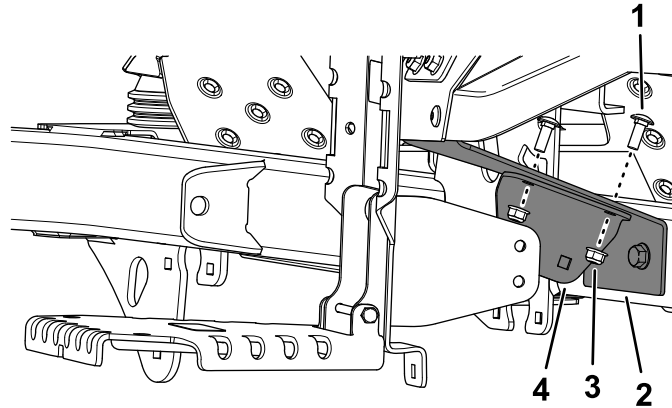

Figura 7
3. Montate la staffa di supporto interna sulla staffa di supporto del vano contenitore utilizzando 2 bulloni a testa tonda (5/16" x 7/8") e 2 dadi (5/16"), come illustrato nella Figura 7.